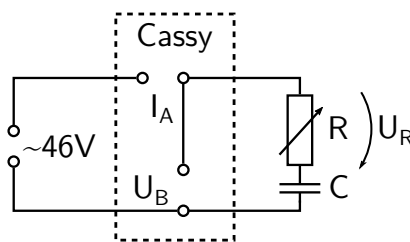

Abbildung 238.5: Schaltung Vorversuch
**Aufgabe 238.a:** Messen Sie für eine RC-Serienschaltung (Abb. 238.5 bei festem Kondensator  $C$  für 10 verschiedene (zu berechnende) Widerstandswerte  $R$  die Größen Spannung  $U_B$ , Strom  $I_A$ , Wirkleistung  $P_W$  und die Spannung  $U_R$  über dem Widerstand mit dem CASSY-System und parallel mit Volt- bzw. Amperemeter zum Vergleich.
**Aufgabe 238.G:** Ergänze die Schaltungsskizze aus Abb. 238.5 um die benötigten Messgeräte und zeichne sie ins Protokollheft!